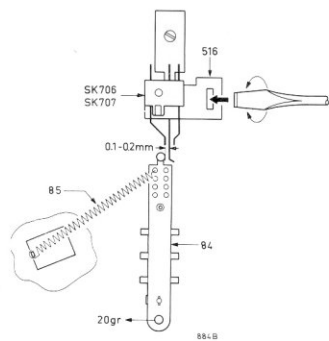

Fig. 19
5. Instelling van de tape tensie (zie fig. 19)